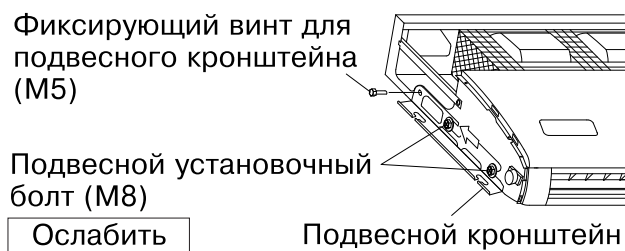

Рис. 8
- Выверните фиксирующие винты (M5) для подвесного кронштейна из задней части. Чтобы снять подвесной кронштейн, потяните его назад (в направлении, указанном стрелкой). (См. рис. 8)